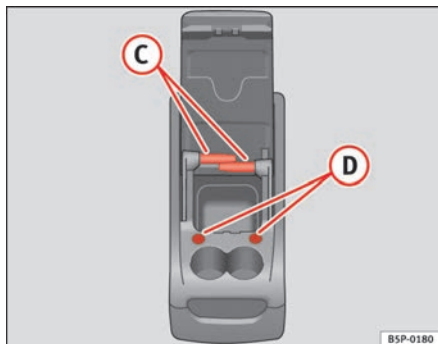

Abb. 114 Zusätzliche Ablage. Funktionen
Für die Benutzung des Tisches (C) ⇒ Abb. 114 muss er aus seiner Aufnahme an der Seite der zusätzlichen Ablage herausgenommen und in seiner Halterung (D) ⇒ Abb. 114 auf der Frontseite der zusätzlichen Ablage eingehängt werden.